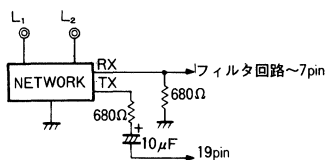

Fig.4
(1) BA6571Aの内部ネットワークを使用しない場合は、Fig.4の応用回路を参考にしてください。